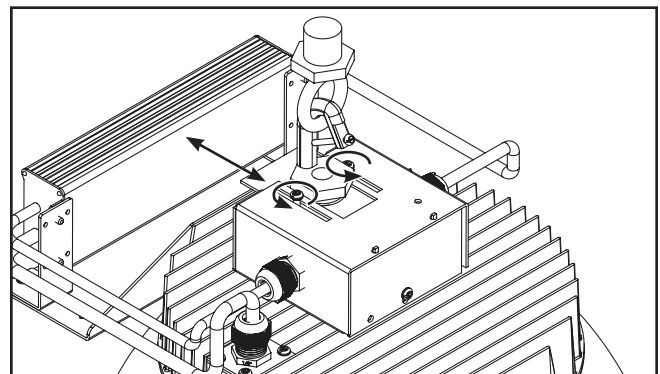

Figure 3.
7. Desserrez les deux (2) vis sur le dessus de la plaque de montage ajustable sur 1,5 tour puis glissez la plaque de montage ajustable jusqu'à ce que le luminaire suspendu soit à niveau en vous aidant d'un niveau à bulle si nécessaire. Resserrez les deux (2) vis. (Figure 3)